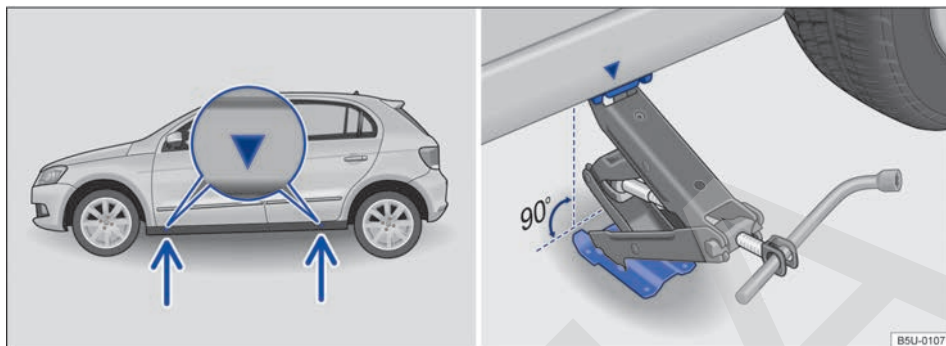

Fig. 159 Puntos de apoyo del gato y gato posicionado atrás en el lado izquierdo trasero del vehículo.
La figura \Rightarrow fig. 159 ilustra, como ejemplo, los puntos de apoyo del gato del modelo Gol 4 puertas. El modelo Gol 2 puertas sigue el mismo concepto.
El gato únicamente puede ser posicionado en los puntos de apoyo indicados (marca en la carrocería) \Rightarrow fig. 159. Es válido el punto de apoyo ubicado cerca de la rueda correspondiente \Rightarrow .
6. Buscar por el punto de apoyo del gato bajo el vehículo \Rightarrow fig. 159, más próximo a la rueda que debe cambiarse.
8. Garantizar que la base del gato, con toda su superficie, esté sobre el piso y que la base se encuentre perpendicularmente por debajo del punto de colocación \Rightarrow fig. 159.
9. Alinear el gato y, simultáneamente, levantar la garra del gato hasta que se encaje en el travesaño debajo del vehículo \Rightarrow fig. 159.
- Posicionar el gato únicamente en los puntos indicados. La garra del gato debe encajarse en el perfil del larguero de forma segura ⇒ fig. 159.